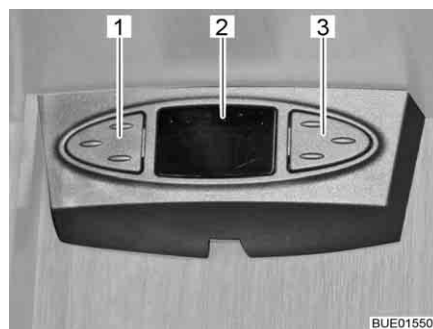

Bild 38 Satellitmus
Beroende på modell är satellitanläggningen försedd med en satellitmus. Satellitmusens indikatorer (Bild 38,2) visar den inställda kanalen. Via de båda knapparna kan satellitanläggningens grundläggande funktioner styras (sändarbyte, sätta igång/stänga av).
- Välja föregående sändare från sändarlistan: Tryck ner vänster knapp (Bild 38,1).
- Välja nästa sändare från sändarlistan: Tryck ner höger knapp (Bild 38,3).
- Växla mellan radio och tv: Tryck samtidigt kort på knapparna (Bild 38,1 och Bild 38,3).
- Till- och fränkoppling av mottagare: Tryck samtidigt kort på knapparna (Bild 38,1 och Bild 38,3) och håll ner dem.